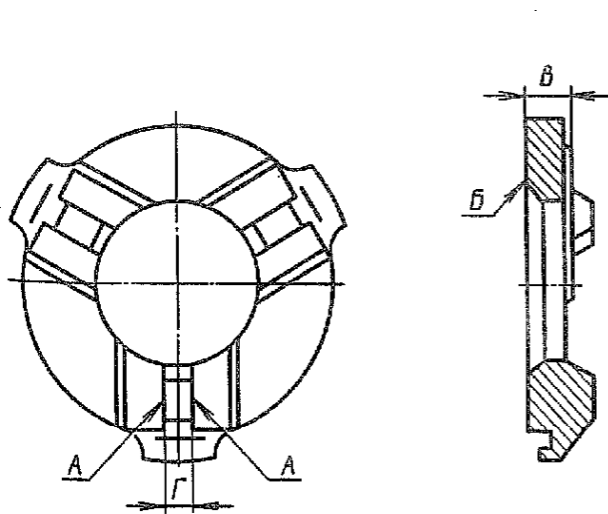

Рис. 127. Пята рычагов нажимного диска
2.5. Пята рычагов нажимного диска (рис. 127)